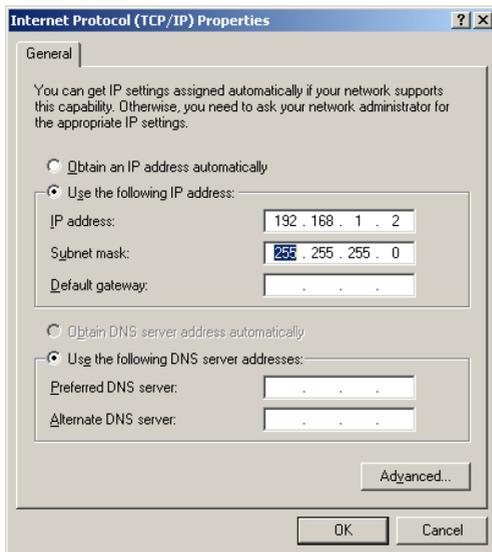

Рис. 14. Окно свойств интернет-протокола (TCP/IP)
6. Выберите Use the following IP Address (Использовать следующий сетевой адрес) и заполните поля в соответствии с рис. 14.